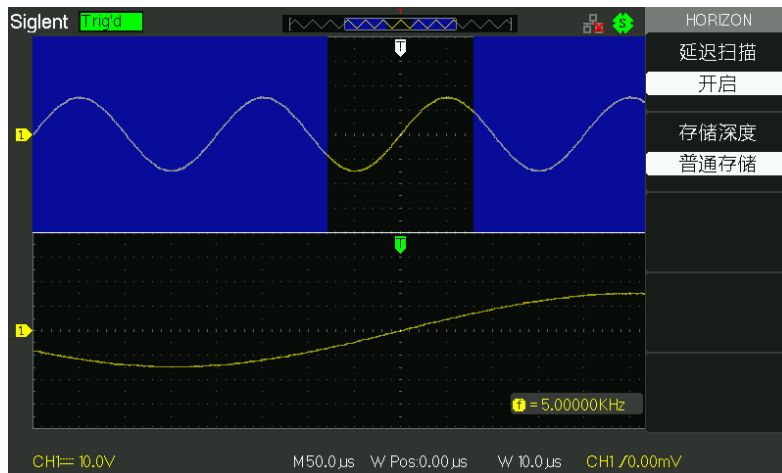

图 2-19 HORIZON 菜单
3. 旋转【S/div】旋钮（调节窗口的大小）和旋转水平【POSITION】旋钮（调节窗口的位置）选定您要观察的波形的窗口如图 2-19 所示，窗口时基不能慢于主时基。